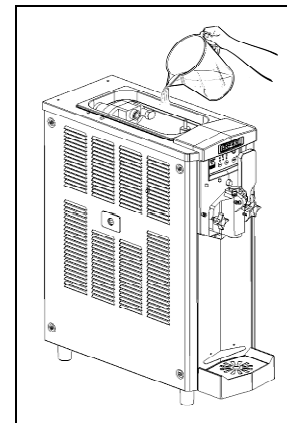

Fig. 4
- **U**na vez que se ha vaciado completamente la máquina, vuelva a llenar el recipiente superior con agua caliente (fig.4) y espere algunos minutos.